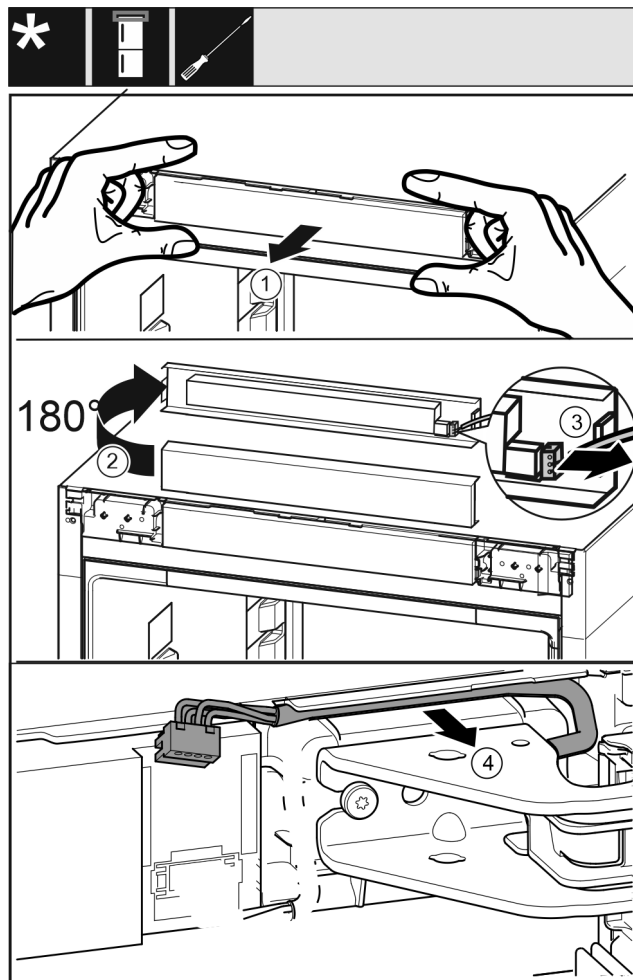

Fig. 23
- Desfaceți spre înainte cu precauție masca de operare Fig. 23 (1).
- Rotiți masca de operare Fig. 23 (2) în sus cu 180°.
- Apăsăți ciocul de fixare Fig. 23 (3) spre înapoi și extrageți cu precauție fișa.
- Desfaceți cu precauție cablul Fig. 23 (4) deasupra suportului de lagăr din ghidaj.